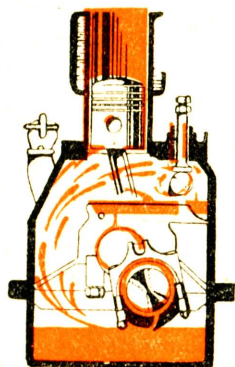

Рис. 13. Мащення розбризгове.
2. **Змащування через розбризг** (рис. 13). Стан олії в картері є такий, що під час обороту валу колінчастого **хитуну** занурюються в неї і **розбризгують її** по всьому моторі.